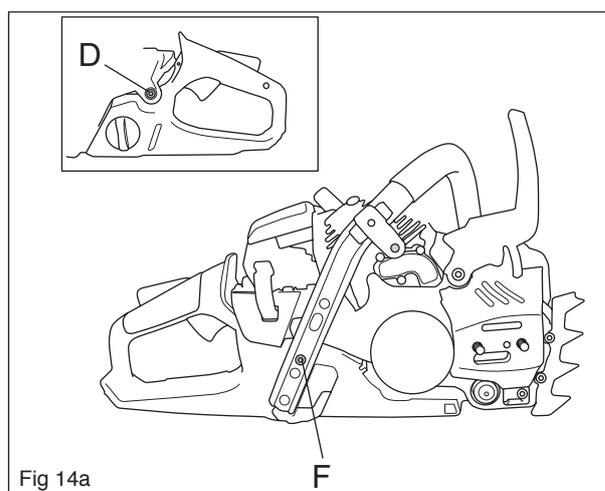

Fig 14a
Détachez le tuyau de retour B et le tuyau de purge du réservoir C. Voir Fig. 16. Desserrez le support de montage arrière du réservoir de carburant, c.-à-d l'élément anti-vibrations arrière (D). Desserrez la vis F comme indiqué à la Fig. 14a et retirez la bande du limiteur. Abaissez le réservoir autant que possible afin d'accéder à la fixation du câble du générateur sur le réservoir. Voir Fig. 14b.